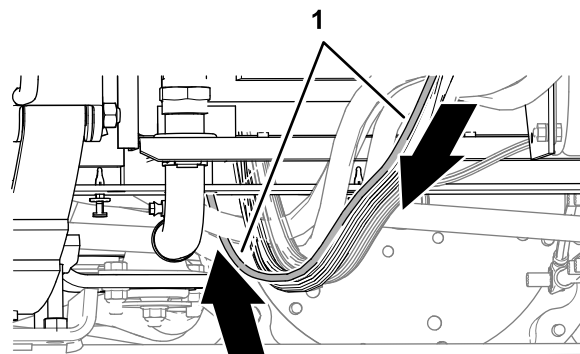

**Figura 67**
4. En la parte inferior de la máquina, enrute el cable de datos del módem hacia atrás, junto al arnés de cables de la máquina (Figura 67).